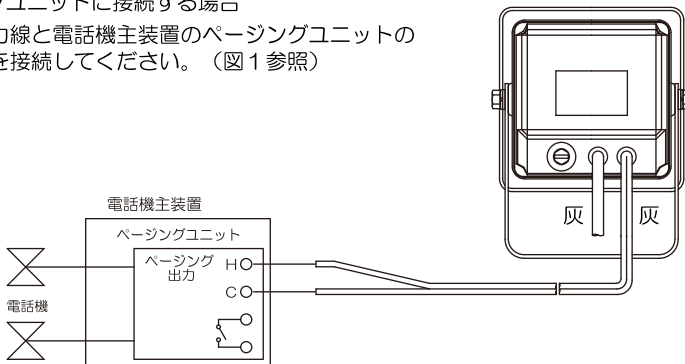

図1
- 本機の入力線と電話機主装置のページングユニットの出力端子を接続してください。（図1参照）